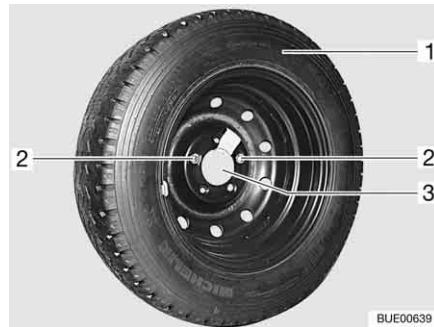

Fig. 283 Soporte para rueda de repuesto en el garaje trasero
- Aflojar los dos tornillos de fijación (Fig. 283,2) con las herramientas de a bordo y extraerlos.
- Retirar la rueda de repuesto (Fig. 283,1) del soporte (Fig. 283,3).